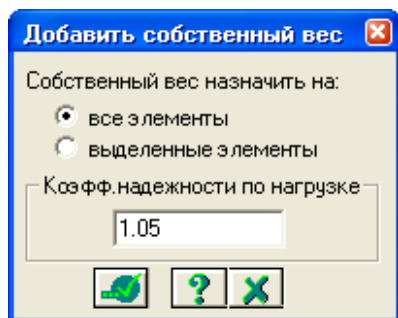

Рис.5.17. Диалоговое окно Добавить собственный вес
- С помощью меню **Нагрузки ⇒ Добавить собственный вес** вызовите диалоговое окно **Добавить собственный вес** (рис.5.17).